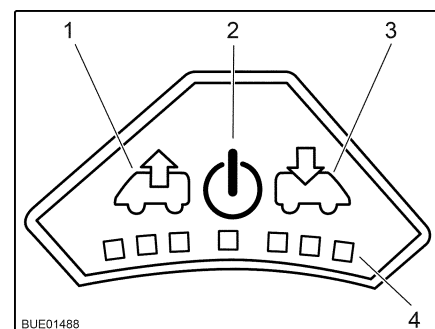

Fig. 79 Panneau de commande du ventilateur
- Appuyer sur la touche Marche/Arrêt (Fig. 79,2). Le ventilateur fonctionne en mode confort (aération à faible vitesse de rotation).
- Pour augmenter la vitesse de rotation du ventilateur : appuyer sur la touche Ventiler (Fig. 79,1). La vitesse de rotation du ventilateur augmente d'un niveau de puissance dans le sens de l'échappement. Les DEL (Fig. 79,4) montrent les niveaux de puissance.
- Pour réduire la vitesse de rotation du ventilateur : appuyer sur la touche Aérer (Fig. 79,3). La vitesse de rotation du ventilateur diminue d'un niveau de puissance.
- Pour augmenter la vitesse de rotation du ventilateur : appuyer sur la touche Aérer (Fig. 79,3). La vitesse de rotation du ventilateur augmente d'un niveau de puissance dans le sens de l'aération. Les DEL (Fig. 79,4) montrent les niveaux de puissance.
- Pour réduire la vitesse de rotation du ventilateur : appuyer sur la touche Ventiler (Fig. 79,1). La vitesse de rotation du ventilateur diminue d'un niveau de puissance.
- Appuyer sur la touche Marche/Arrêt (Fig. 79,2). Le ventilateur s'arrête, les DEL s'éteignent.